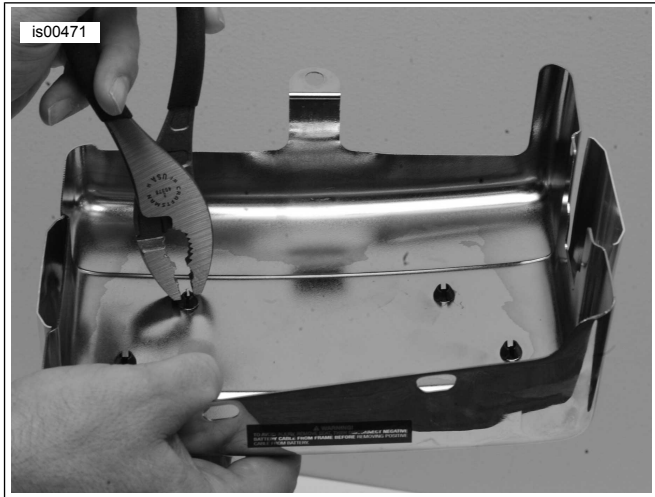

Abbildung 2. Klemmlaschen aus der Batterieabdeckung herausdrücken
3. Siehe Abbildung 2. Den Besatz der Originalbatterieabdeckung von der Abdeckung entfernen. Dazu die vier Klemmlaschen mit einer Zange oder einem anderen geeigneten Werkzeug aus der Batterieabdeckung herausdrücken.